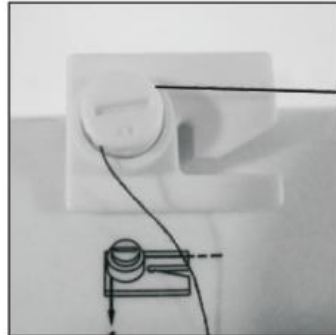

Fig.12
2. Vezesse át a cérnát az orsófesztő tárcsán a gép felső részén (Fig. 12).